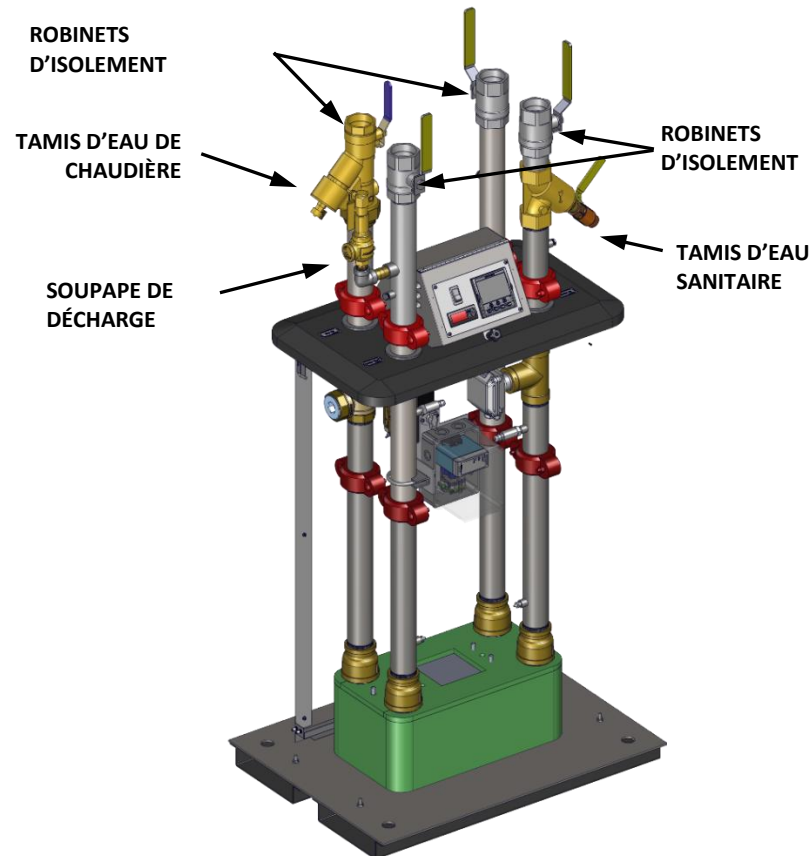

Figure 5-1 : Tuyauterie SmartPlate EV typique
3. Raccordez un tuyau de vidange au tamis du côté eau de chaudière de l'ensemble de tuyauterie (Figure 5-1).